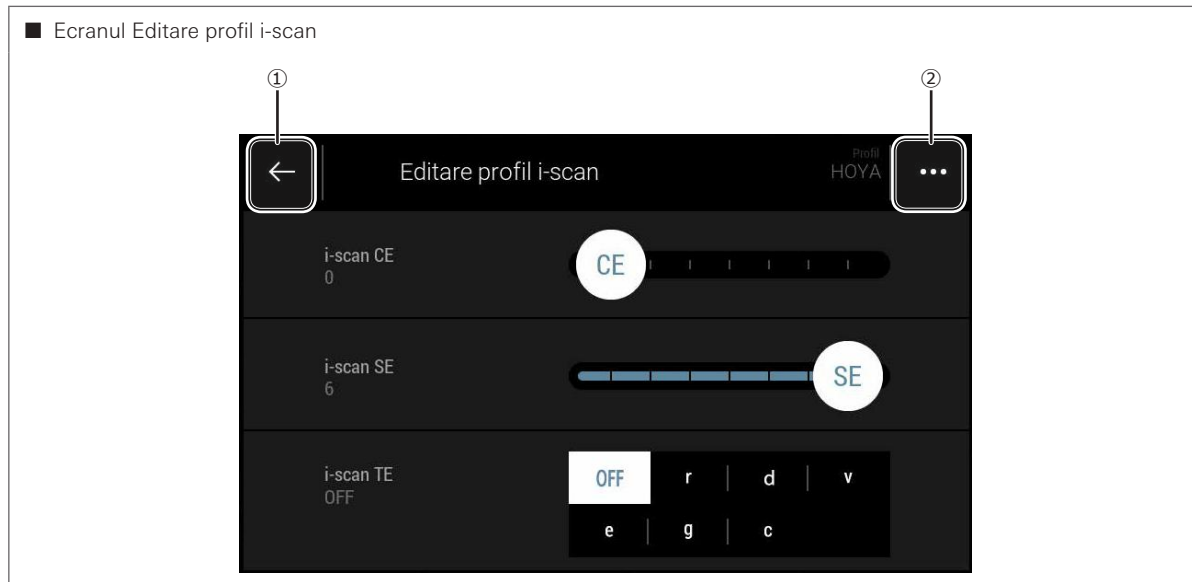

Figura 5.81
- Se deschide meniul [Editare profil i-scan]. (Figura 5.81)